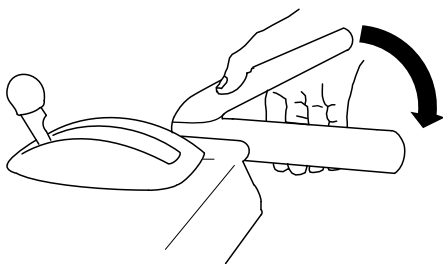

Рисунок 26
1. Для включения привода шнека/крыльчатки прижмите правый рычаг (шнека/крыльчатки) к рукоятке (Рисунок 26).